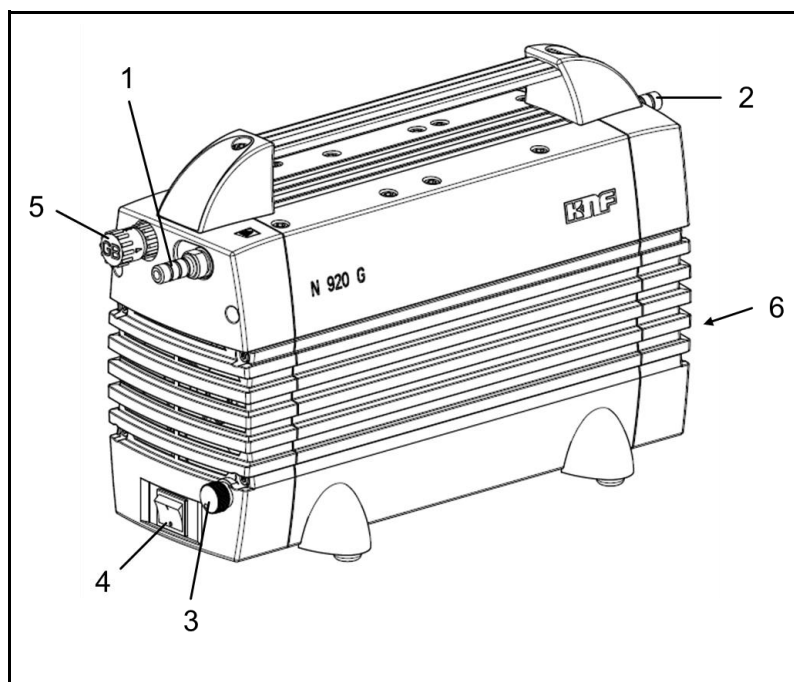

Fig. 2: N 920 KT.29.18G
Utiliser le câble de raccordement pour connecter la pompe avec le contrôleur de vide VC 900 ((Fig. 2/6, voir chapitre 10.2 Accessoires pour le câble de raccordement). Pour plus d'information sur le raccordement voir le mode d'emploi du VC 900).
- ➔ Mettre en marche la pompe avec l'interrupteur (voir fig. 2).
- ➔ Arrêter la pompe avec l'interrupteur (voir fig. 2).
Le potentiomètre (fig. 2/3) permet de varier le régime de la pompe. Il est ainsi possible de régler le débit nominal.